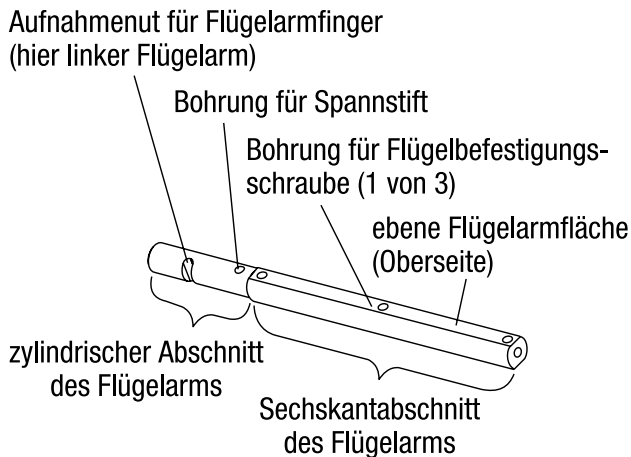

Abb. 42. Flügelarm
Flügelarme können durch unsanften Transport beschädigt werden (beispielsweise Herabfallen auf den Untergrund) oder im Einsatz beim Auffahren auf überstehende Rohre, Schalungs- oder Bewehrungselemente. Verbogene Flügelarme beeinträchtigen die ruhige, gleichmäßige Drehung des Rotors. Bei Verdacht auf verbogene Flügelarme die Ebenheit wie folgt prüfen, siehe Abb. 42 und 43:
3. Die Flügelhalterungen mit den Halteknöpfen am entfernteren Ende der Z-Clips befestigen, siehe Abb. 42.